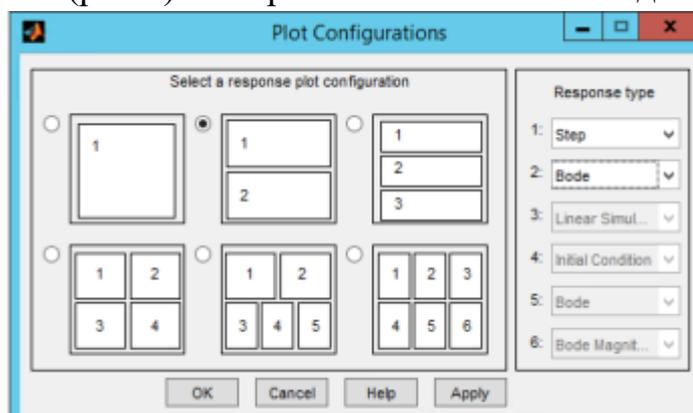

Рис.9 – Выбор конфигурации графиков
4. Выбрать конфигурацию разделения рабочего поля на требуемое количество отображаемых графиков. Для этого активизируется строка Edit/Plot Configuration (конфигурация графика) в окне LTI-viewer, после чего в открывшемся окне (рис.9) выбирается количество и виды графиков.